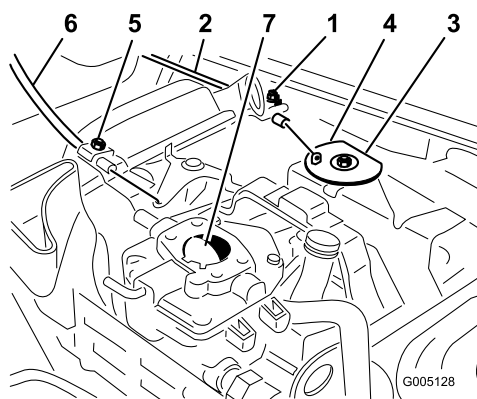

Figura 35
1. Desaperte o parafuso do terminal do cabo que fixa o cabo ao motor (Figura 35).
3. Puxe firmemente o cabo do regulador até a parte de trás do giro entrar em contacto com a paragem (Figura 35).
3. Puxe firmemente o cabo do estrangulador até a borboleta do estrangulador estar completamente fechada, depois aperte o parafuso do terminal do cabo (Figura 35).